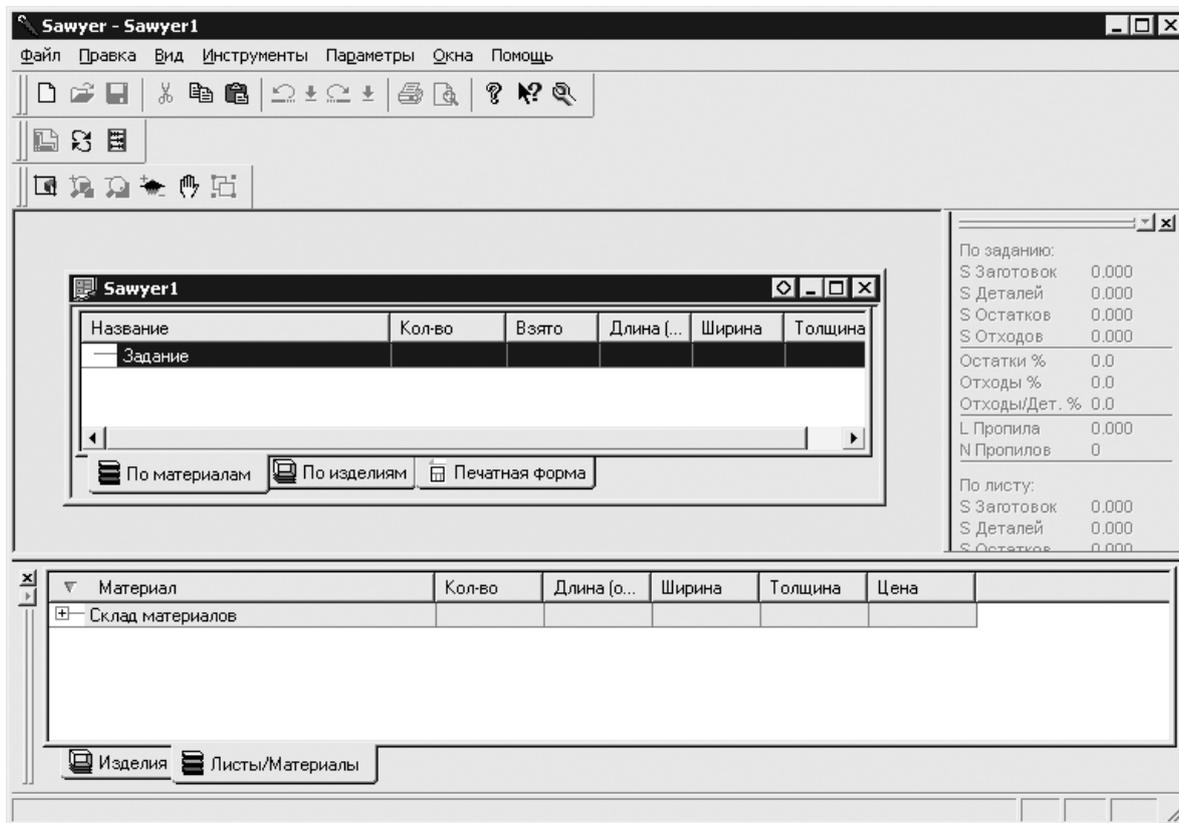

Рис. 7.8
1. Выполнить команду **Файл ▶ Новый** или нажать кнопку **Новый** на панели Команды — откроется окно Sawyer1, в котором будет вноситься задание на раскрой (рис. 7.8).
6. Внести в задание на раскрой размеры и количества заготовок, которые можно использовать, перейдя на вкладку Листы/Материалы в окне Менеджер БД (см. рис. 7.8) и перенеся требуемые заготовки в задание, перетащив их с помощью мыши.